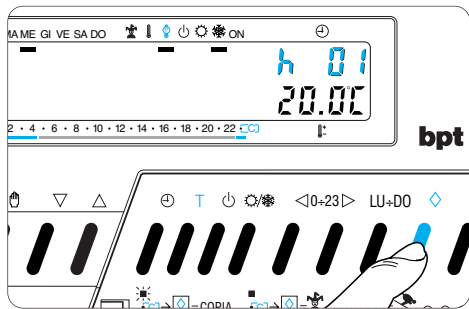

Fig. 50
13.3 - Premere una sola volta il pulsante \diamond (fig. 50).